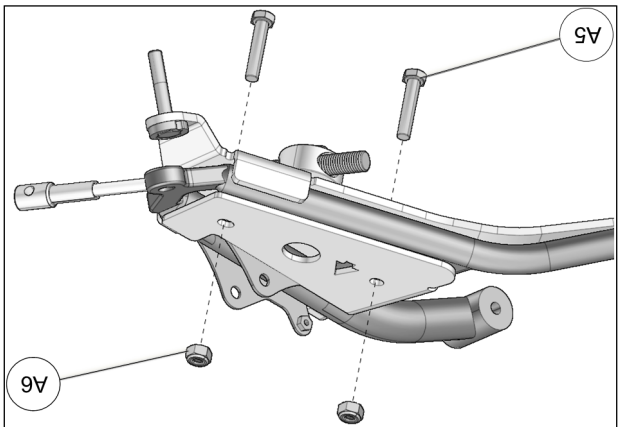

Fig. 20
12. Insérer les boulons M10x50 mm (A5) par le dessous de l'ancrage. Assembler les deux parties avec les écrous (A6) fournis. Serrer l'assemblage à un couple de 50 N•m [37 lb•pi]. Voir la Fig. 20